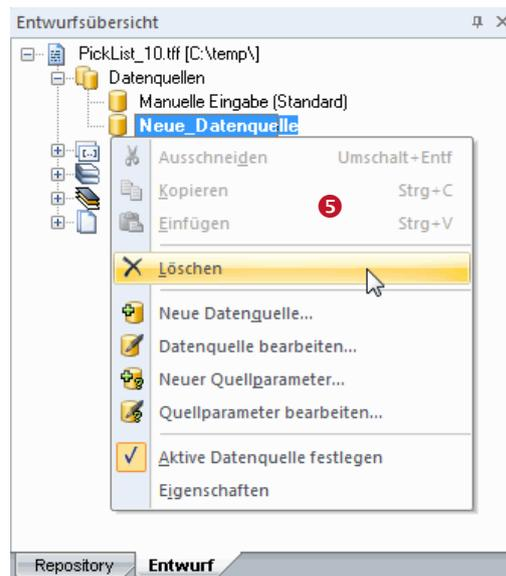

Abbildung 8: Datenquelle löschen
Ein Rechtsklick auf einen Baumeintrag öffnet ein Kontextmenü (siehe Abbildung 8, ❺). Das Kontextmenü bietet Ihnen unterschiedliche Funktionen für das ausgewählte Objekt an.